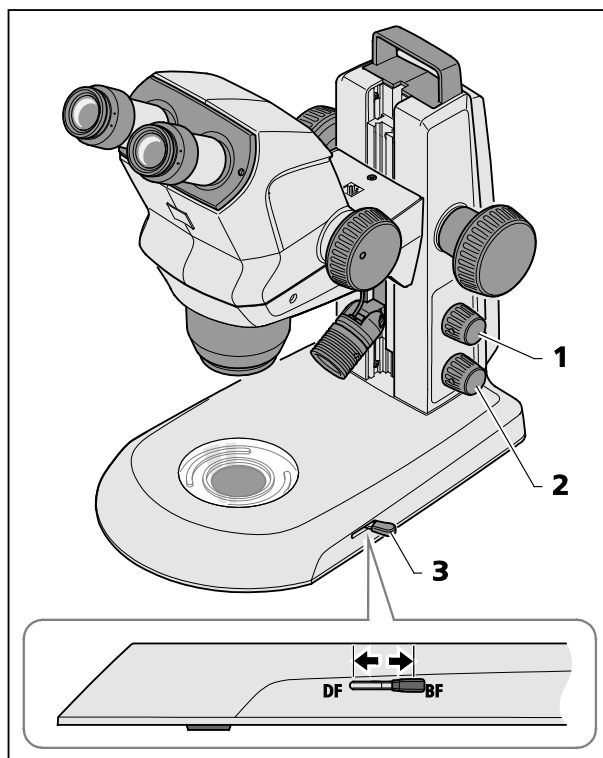

Fig. 19 Módulo de luz transmitida no estativo K EDU
- Ligar a luz transmitida, apertando o botão rotativo inferior (Fig. 19/2).
- Acionando a alavanca (Fig. 19/3), comuta-se entre iluminação de campo claro e de campo escuro.
- Posição anterior: Campo escuro (DF)
- Posição posterior: Campo claro (BF)
Apertando o botão superior (Fig. 19/1) pode-se adicionar, por mistura, luz refletida (vide capítulo 4.2, na página 26).